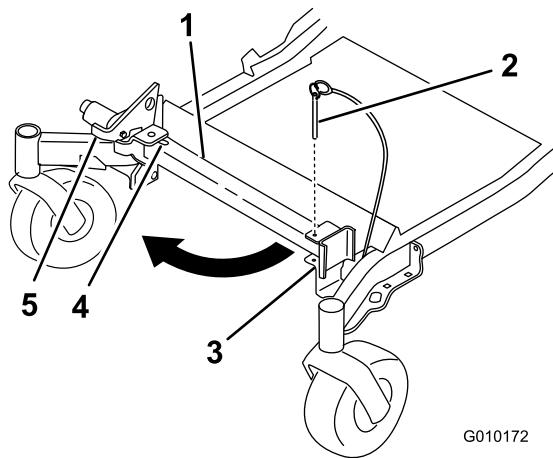
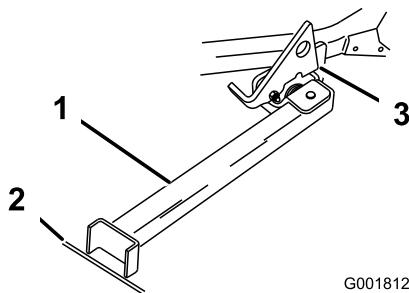

Figura 32
Figura 33
2. Togliete il perno dalla staffa (Figura 32).
4. Portate il piede del supporto sul davanti e spostatelo verso la macchina, nell'intaglio inferiore (Figura 32 e Figura 33).
5. Mettete a terra il piede del supporto e appoggiate il dispositivo di chiusura sull'aletta orientabile (Figura 33).
- Nota:** Per ottenere risultati ottimali, appoggiate il piede del supporto nelle fessure del marciapiede o nel tappeto erboso (Figura 33).
7. Guidate la macchina sul supporto. Fermatevi quando il dispositivo di chiusura cade sull'aletta e si chiude (Figura 33).
5. Riportate il supporto in posizione di riposo (Figura 32).